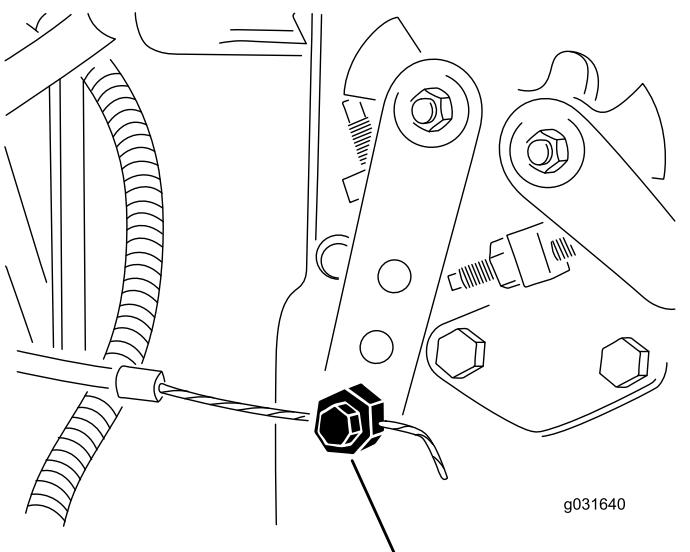

Рисунок 62
- Ослабьте соединитель тросика дроссельной заслонки на плече рычага топливного насоса (Рисунок 62).